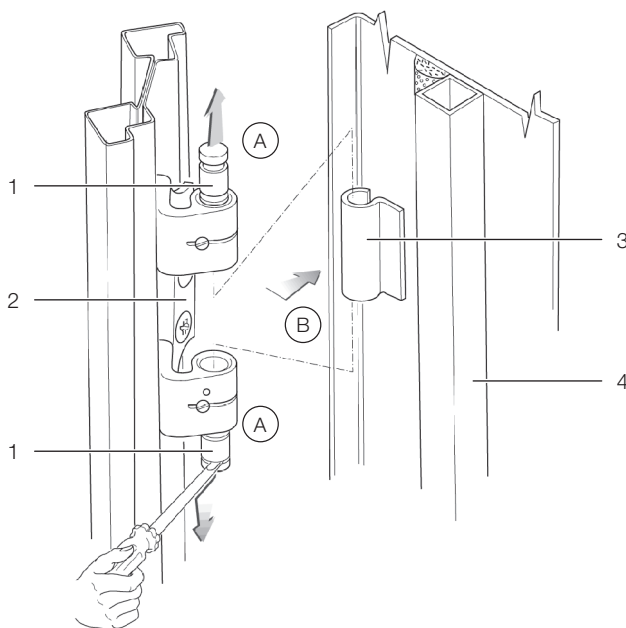

Abb. 2: Türscharnier – Ausbau
- Nehmen Sie die Serverschranktür ab (Abb. 2, Schritt B).